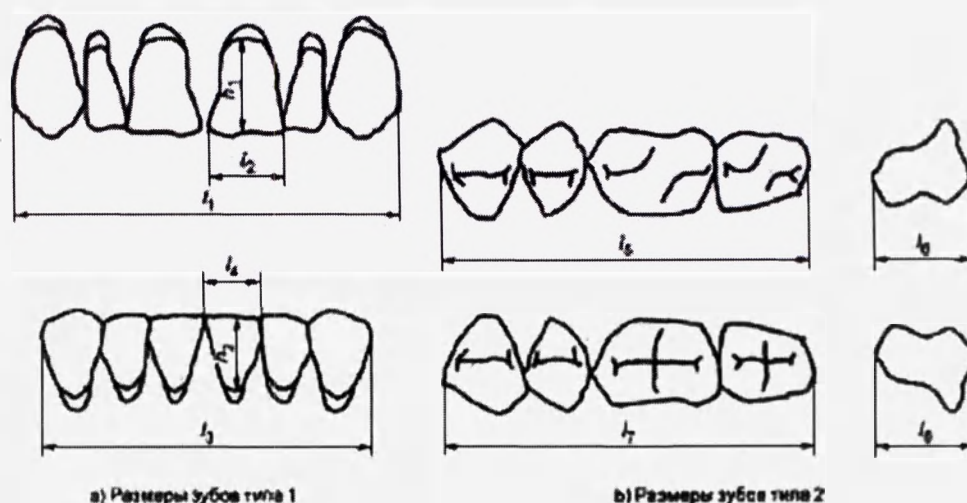

Рисунок 1 – Размеры зубов для измерения
1.4 Размеры фронтальных зубов должны соответствовать размерам, указанным в таблице 1, размеры жевательных зубов должны соответствовать размерам, указанным в таблице 2. Отклонение размеров зубов от указанных в таблицах не должны отличаться более чем на 5%. Условное обозначение размеров в соответствии с ГОСТ ISO 22112 (рисунок 1):